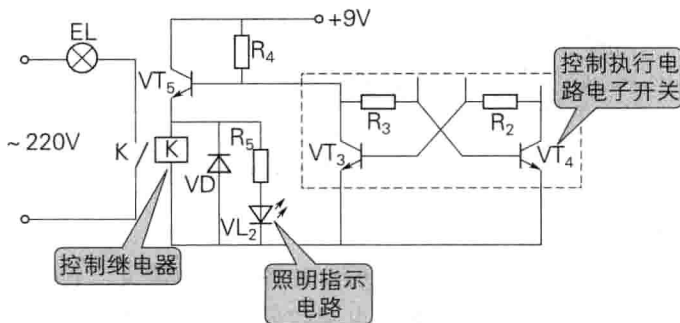

图 1-14 触摸式照明灯的控制执行电路
③ 控制执行电路。图 1-14 所示为本例触摸式照明灯的控制执行电路，其功能为接收触发控制电路输出信号，经利用该信号控制电子开关的工作状态，从而实现触摸式照明灯控制功能。
由图 1-14 可见，本例触摸式照明灯的控制执行电路由晶体管 VT_5 、电阻器 R_5 、二极管 VD 、发光二极管 VL_2 和继电器 K 组成。其中 R_5 、 VL_2 构成照明指示电路。